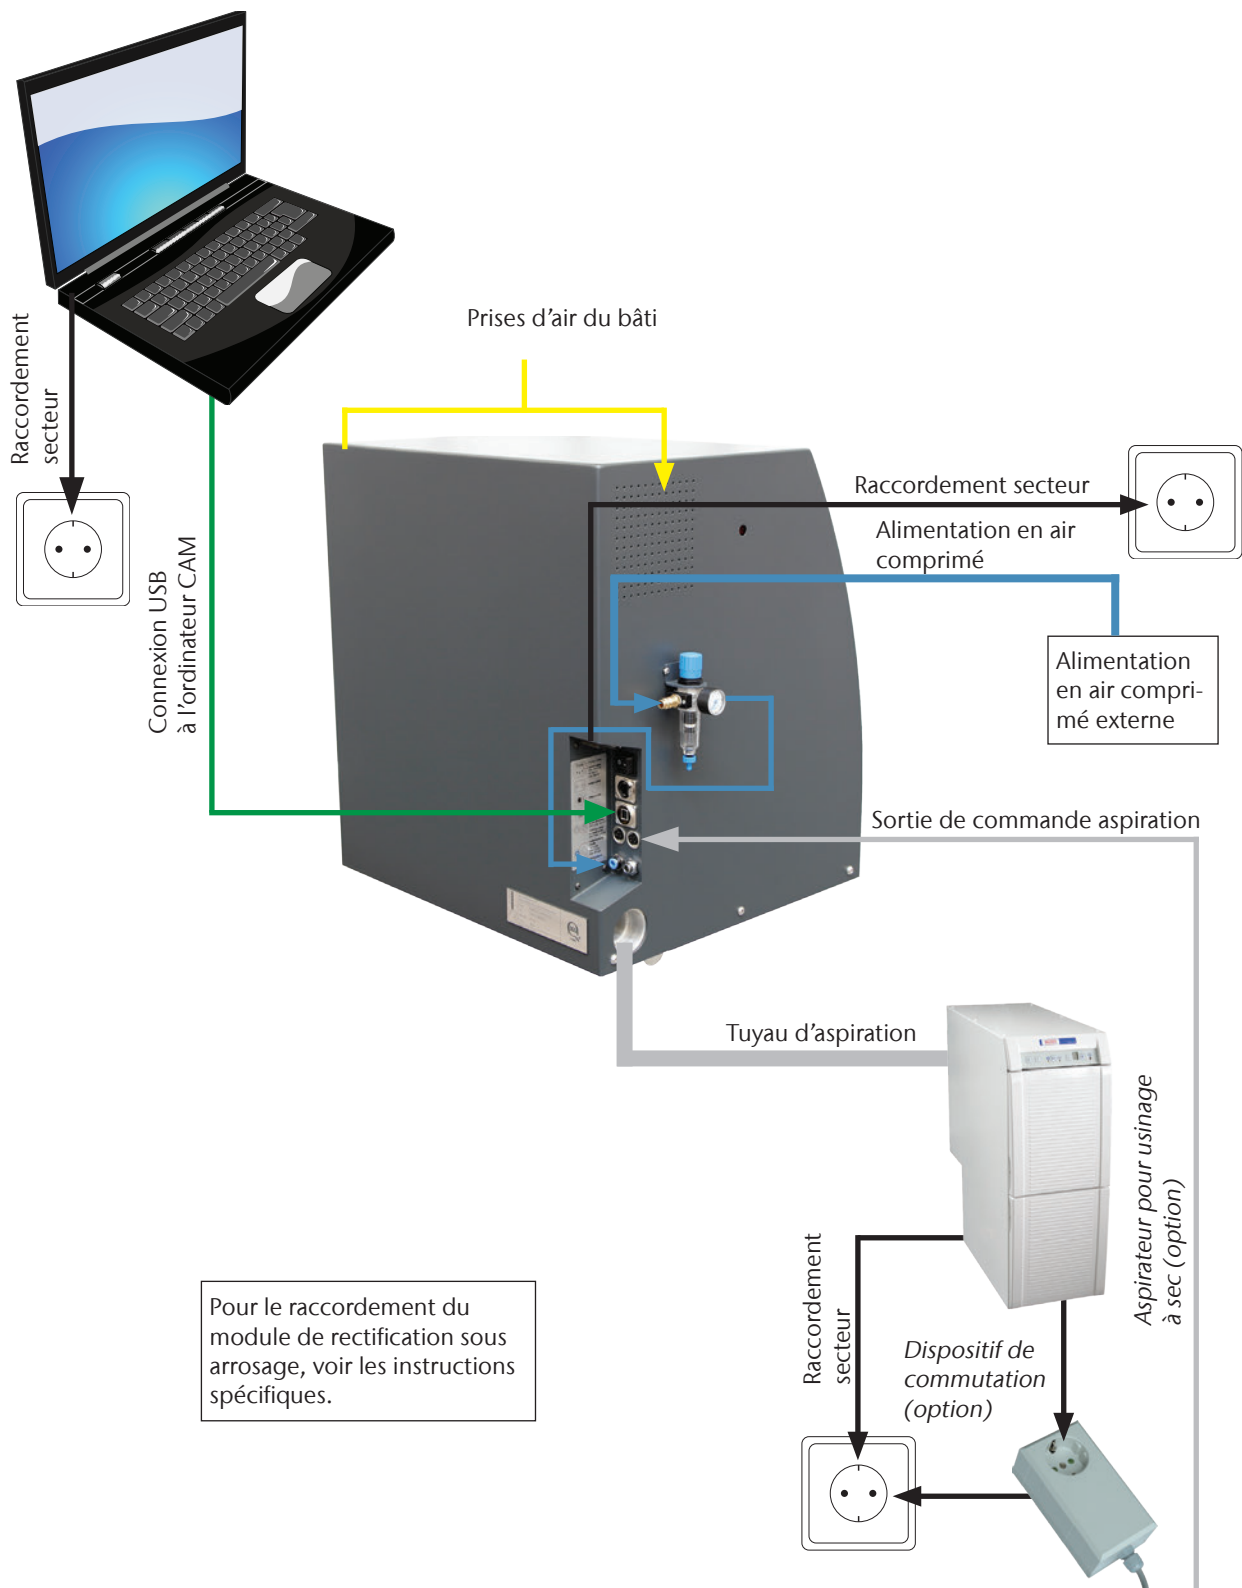

FIGURE 5 : VUE D'ENSEMBLE DES RACCORDEMENTS DE LA MACHINE IMPRESSION MODÈLES S
- M2.** Fixez l'unité de maintenance en position debout avec les deux vis à tête cylindrique (Cf. Figure 5 en page 24).